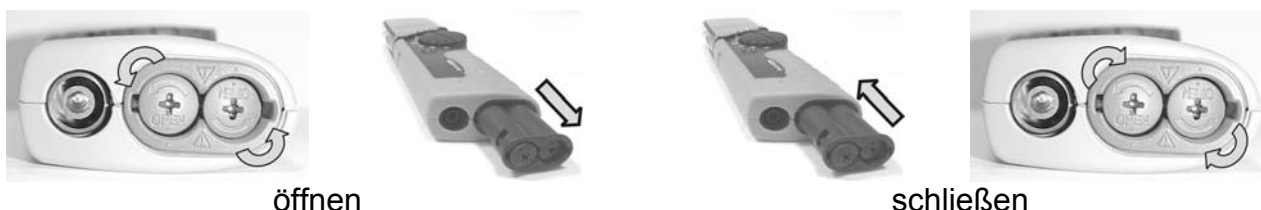

Fig. 8: Öffnen und Schließen des Batteriefachs
6. Befestigen Sie die Batteriehalterung mit den neuen Batterien nun wieder am Instrument wie in Fig. 8 gezeigt.